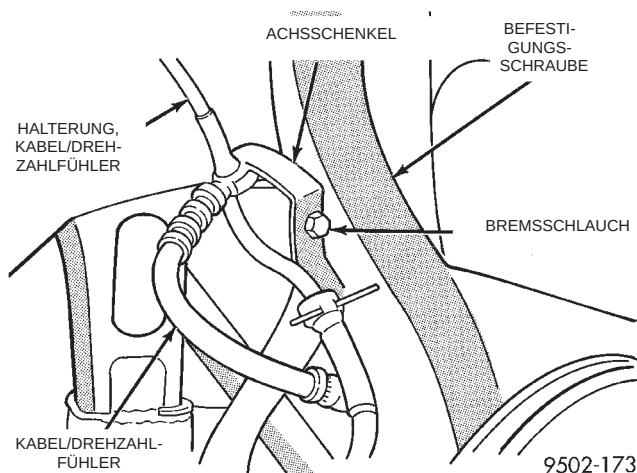

Abb. 66 Halterung des Kabels/Drehzahlfühler
(11) Bei Fahrzeugen mit ABS die Halterung des Drehzahlfühlerkabels vom Achsschenkel lösen (Abb. 66).
(1) Antriebswelle in Radnabe schieben.
(2) Dann den Achsschenkel auf dem Kugelgelenk des unteren Querlenkers montieren.
(3) Kronenmutter auf den Gewindebolzen des Kugelgelenks montieren.
(4) Gewindebolzen des oberen Kugelgelenks in den Achsschenkel einbauen.
(5) Die Kronenmutter auf den Gewindebolzen des oberen Kugelgelenks aufschrauben.
(6) Die Kronenmutter des oberen und des unteren Kugelgelenks mit Hahnenfuß- und Drehmoment-schlüssel mit folgenden Anzugsmomenten festziehen:
(7) Bei Fahrzeugen mit ABS die Halterung des Drehzahlfühlerkabels am Achsschenkel anschrauben (Abb. 66) und die Schraube festziehen.